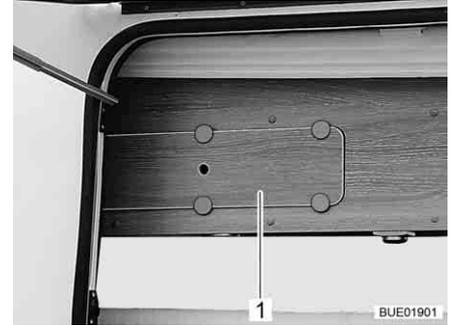

Fig. 153 Copertura sull'armadietto pensile
- Rimuovere la copertura (Fig. 153,1).